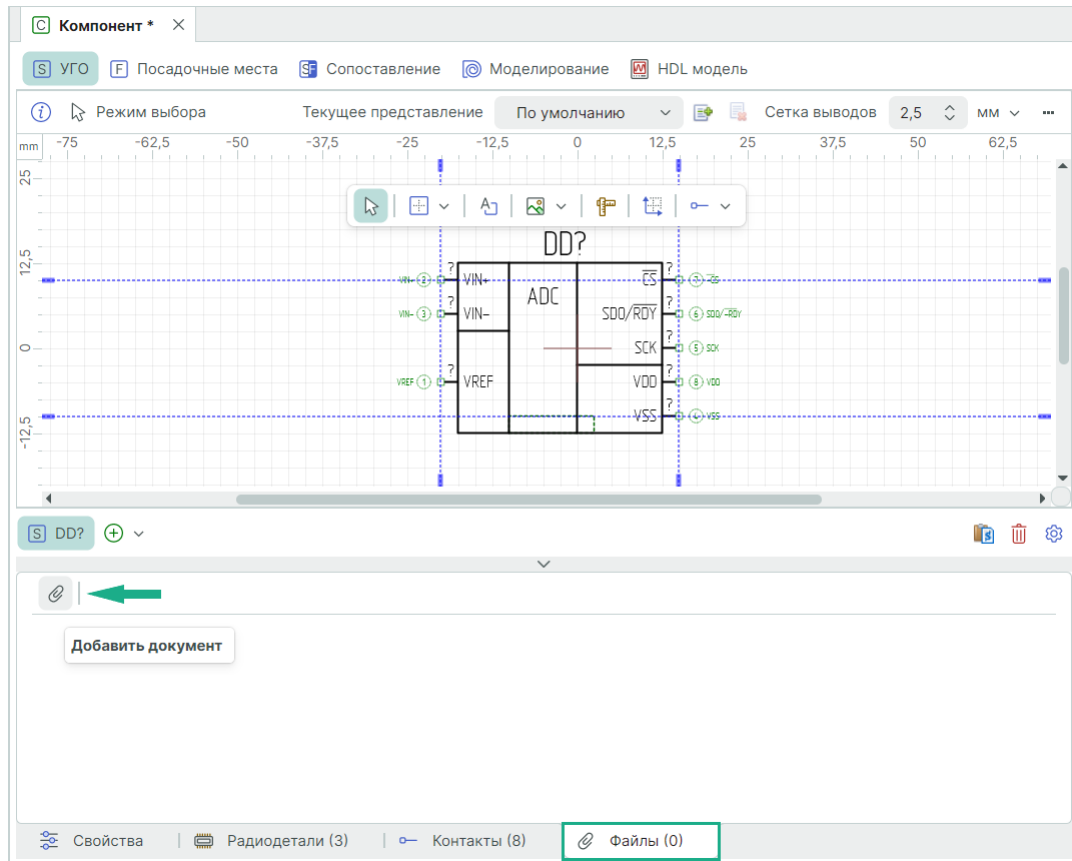

Рис. 319 Добавление файла данных
1. Нажмите на символ  «Добавить документ» вкладки «Файлы» редактора компонентов, см. Рис. 319.